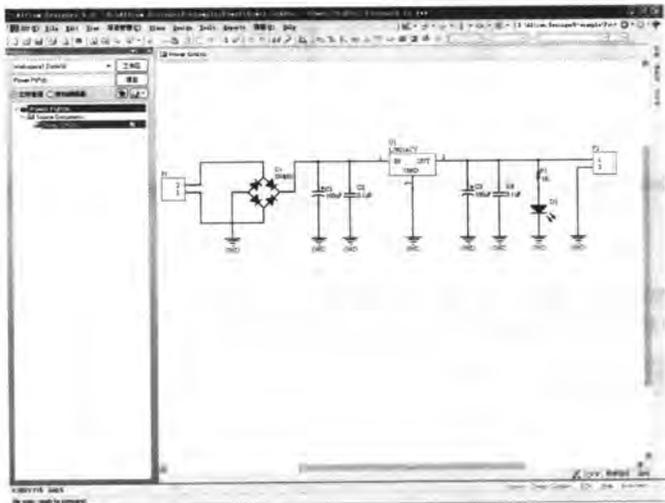

图 8-102 打开原理图文件
- [1] 打开项目“Power.PrjPcb”及所绘制的电路原理图“Power.SchDoc”，如图 8-102 所示。